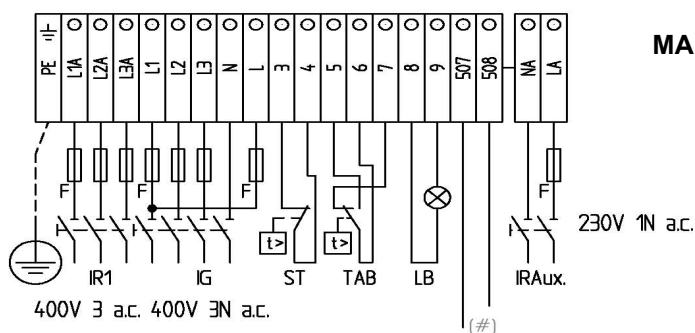
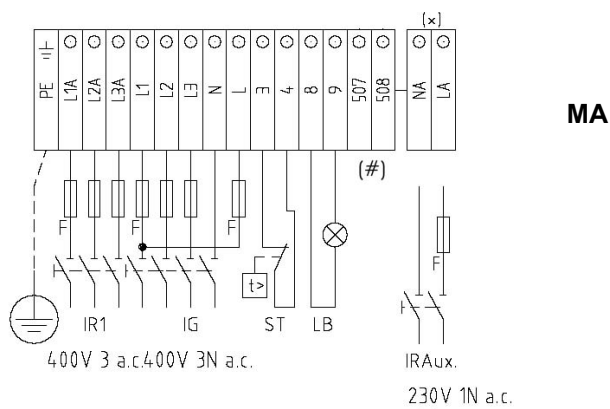

Fig. 1 - Bruciatori progressivi
Fig. 2 - Bruciatori modulanti
**ATTENZIONE:** è stato previsto un contatto ausiliario (morsetti n. 507 e 508 della morsettiera MA) da collegare a un sistema di intervento (allarme/distacco alimentazione) in caso di guasto del contattore delle resistenze nafta (vedi Fig. 1 - Fig. 2).